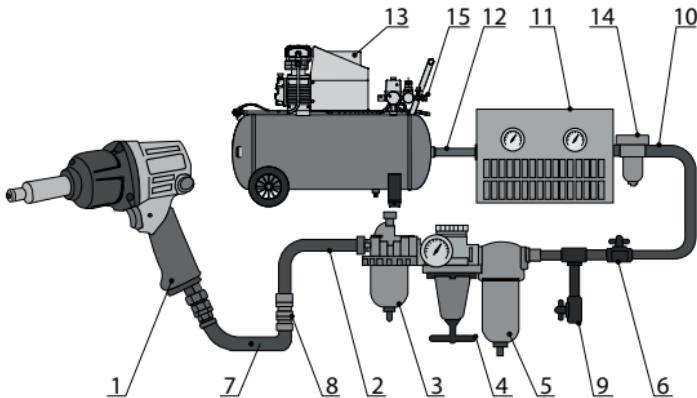

Рисунок 3. Подключение пневматики.
1. Рекомендуется подключать пневмогайковёрт к системе подачи сжатого воздуха, состоящей из компонентов, указанных на схеме рис. 3.